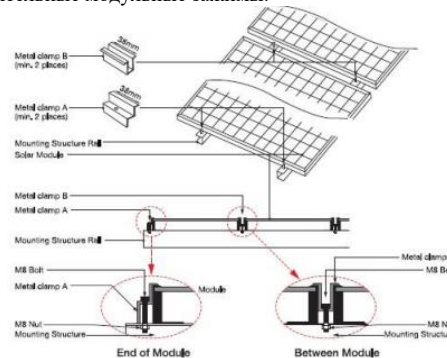

Рисунок 2. Монтаж с помощью зажимов
- В случае применения зажимов для крепления модуля, момент затяжки стопорного болта должен быть около 8-10 Нм (Рисунок 2).